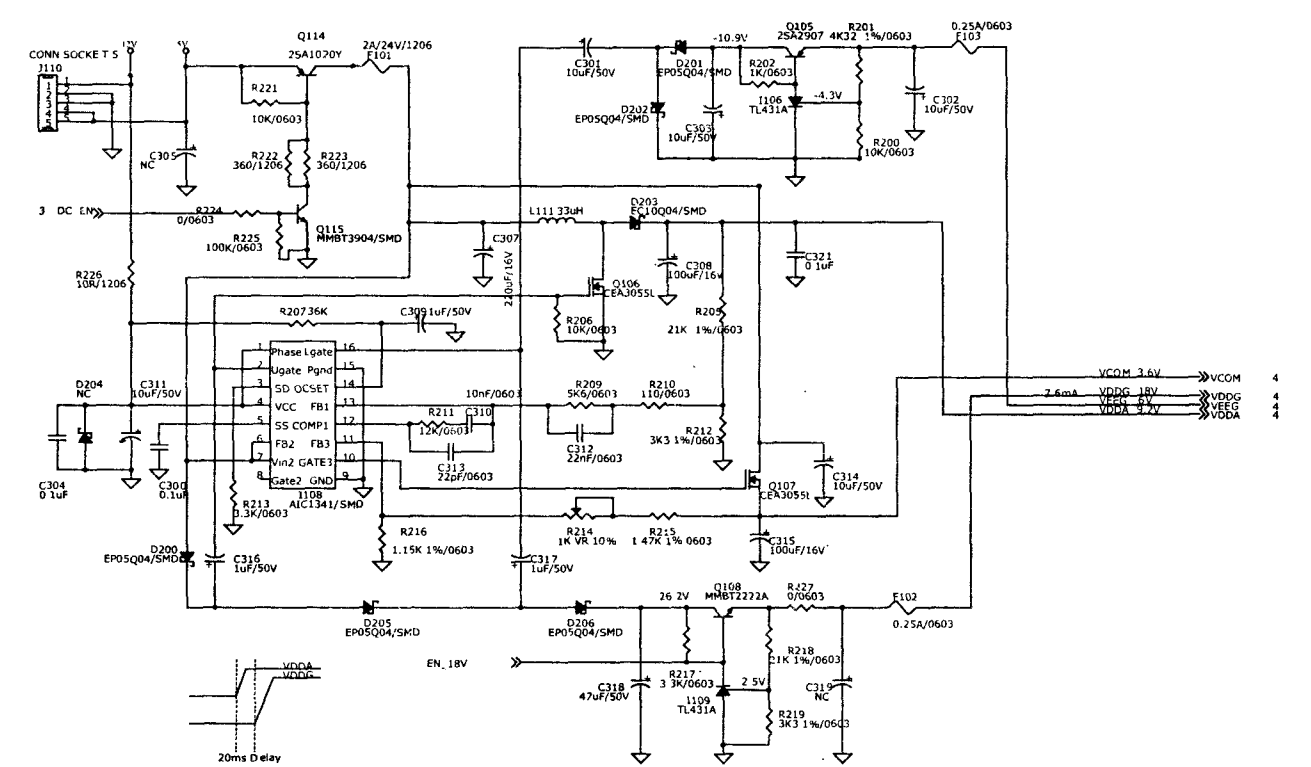
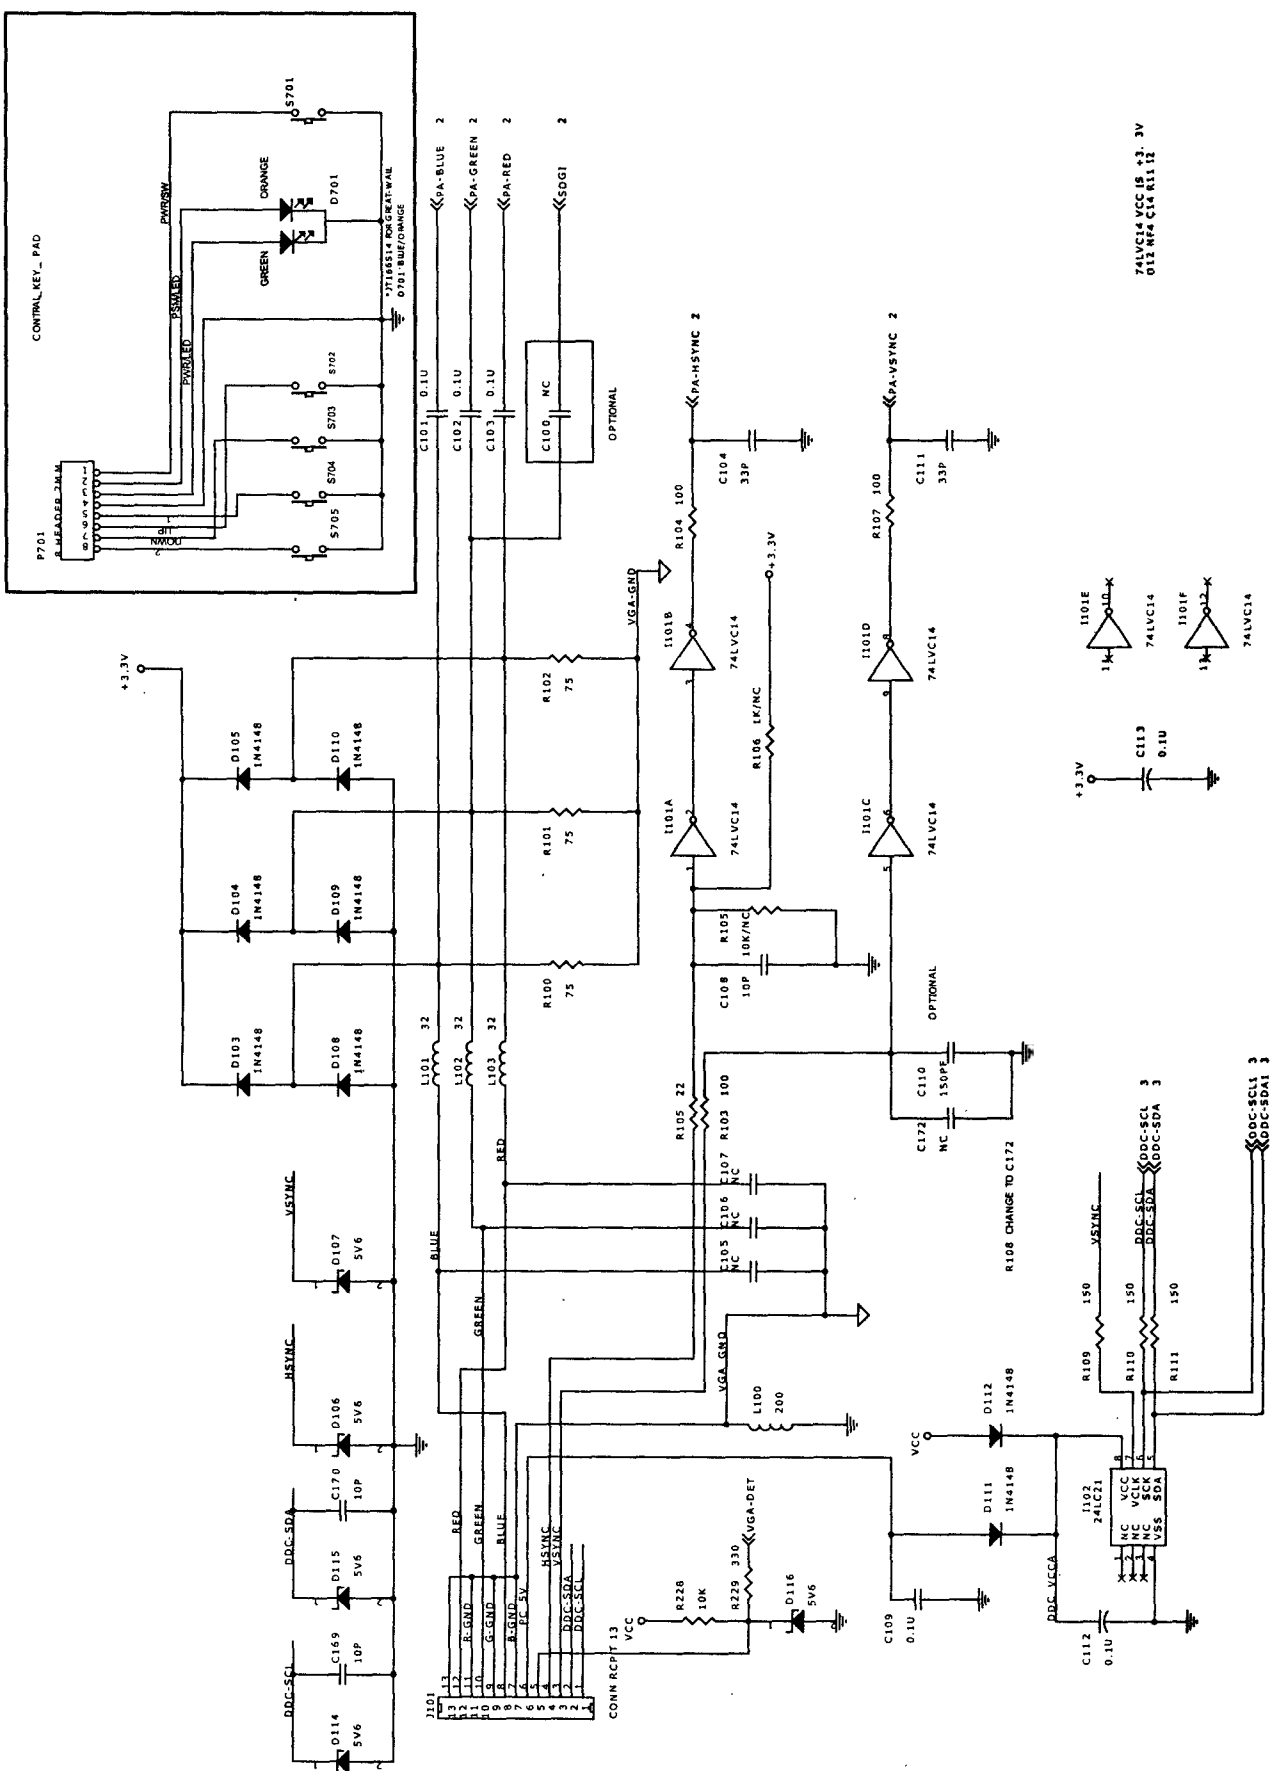

Рис. 11.4. Принципиальная электрическая схема. Преобразователь постоянного напряжения
Рис. 11.9. Принципиальная электрическая схема. Кнопки передней панели. Интерфейсный разъем
- преобразователь постоянного напряжения (DC-DC CONVERTER) (рис. 11.4);
- входных цепи RGB и синхриимпульсов (рис. 11.9);
- панель управления (KEYPAD) (рис. 11.9).
Преобразователь постоянного напряжения (рис. 11.4) обеспечивает преобразование напряжения 5 В, поступающего от источника питания, в выходные постоянные напряжения 9,2 В
Интерфейс LCD-панели представляет собой 48-битную шину данных (см. рис. 11.9).
В подобном случае необходимо проверить поступление сетевого напряжения 220 В на плату источника питания и проконтролировать напряжения 5 и 12 В на разъеме J110 (конт. 4, 5 и 12) основной платы (рис. 11.4). При отсутствии постоянных напряжений с выхода источника питания или значительных отклонениях их от нормы, проверяют исправность электронных компонентов, входящих в его состав (D804, D807, D806, I801, I802, I803, D801, F801). Далее, необходимо определить исправность I101 (рис. 11.9) и поступление синхроимпульсов PA-HSYNC и PA-VSYNC (на выв. 39 и 38 I001 соответственно). При неисправности микросхемы I101 ее необходимо заменить с применением соответствующего оборудования для работы с SMD-компонентами. Затем необходимо проверить функционирование узла преобразователя постоянного напряжения (рис. 11.4).
Прежде чем приступить к поиску неисправностей, следует обратить внимание на цвет светодиода сетевого индикатора. Если он постоянно горит оранжевым цветом, следует удостовериться в корректности подключения и целостности интерфейсного VGA-кабеля. Далее проверяется поступление напряжения 5 В с конт. 6 разъема J101 на выв. 8 I102 (рис. 11.9). Если все в норме, также следует убедиться в исправности микросхемы I102.